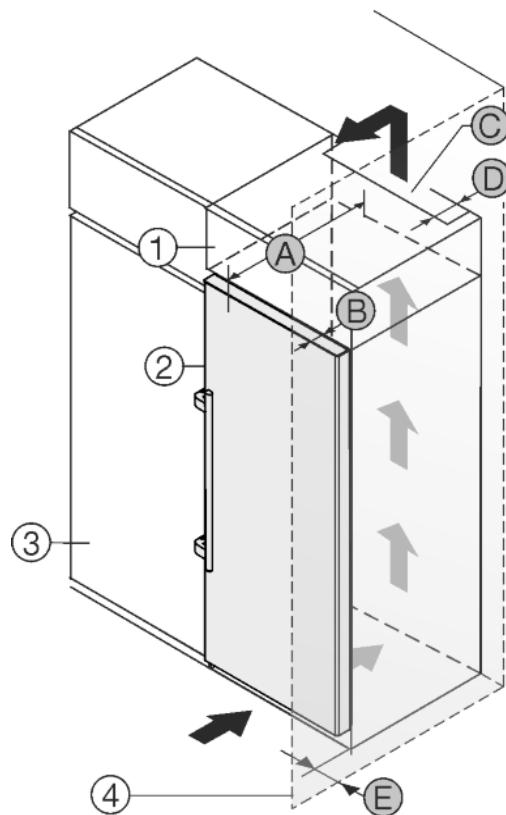

Fig. 28
Spotřebič lze zabudovat do kuchyňských skříní. K vyrovnání spotřebiče Fig. 28 (2) na výšku kuchyňské linky lze na přístroj nasadit nástavec Fig. 28 (1).
Spotřebič lze instalovat přímo vedle kuchyňské skříňky Fig. 28 (3). Aby bylo možné dvířka plně otevřít, musí spotřebič přesahovat o hloubku Fig. 28 (B) vůči přední linii kuchyňské skříňky. V závislosti na hloubce kuchyňských linek a použití vymezovačů odstupů od stěny může spotřebič vyčnívat dále.
- Na zadní straně skříňky nástavce musí být větrací šachta hluboká alespoň hloubku *Fig. 28 (D)* mm přes celou šířku nástavce skříňky.
- Pod stropem místnosti musí být dodržen ventilační průřez *Fig. 28 (C)*.
Pokud je spotřebič se závěsy instalován vedle stěny *Fig. 28 (4)*, musí být dodržena vzdálenost *Fig. 28 (E)* mezi spotřebičem a stěnou. To odpovídá přesahu madla při otevřených dveřích.